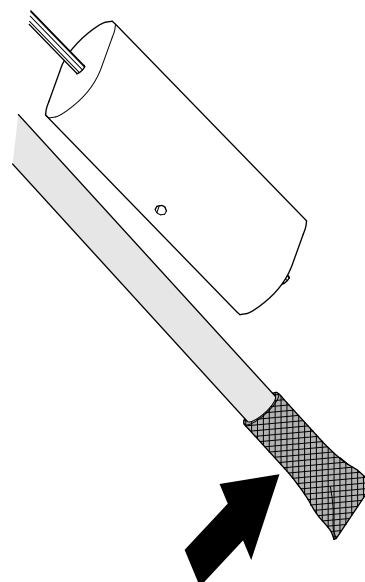

Figure 127
1. Nettoyez la crépine au bout du tube d'admission de carburant (Figure 127).